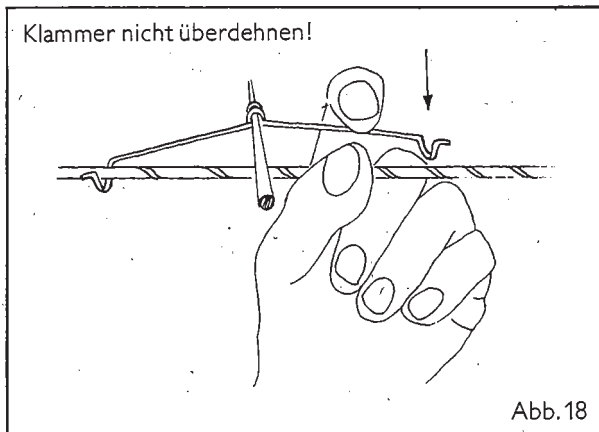

Abb. 18
2. Spannen Sie nun jede Haltefeder so um das Seil, daß das entsprechende Drahtbügelende auf das Seil gedrückt wird (Abb. 18). Anschließend kann das Element in jede gewünschte Position gedreht werden.